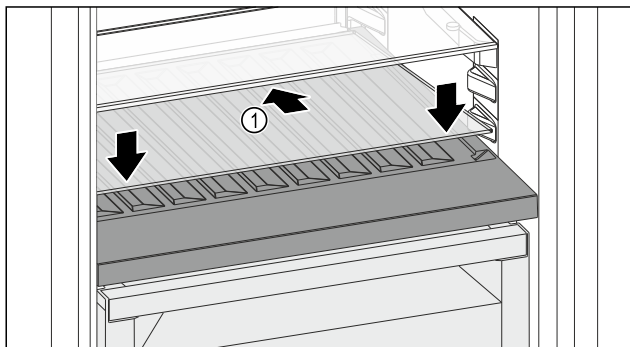

Fig. 112
- Așezați placa de sticlă Fig. 112 (1) oblic și spre spate înclinată în jos.
- Coborâți în față placa de sticlă Fig. 112 (1).